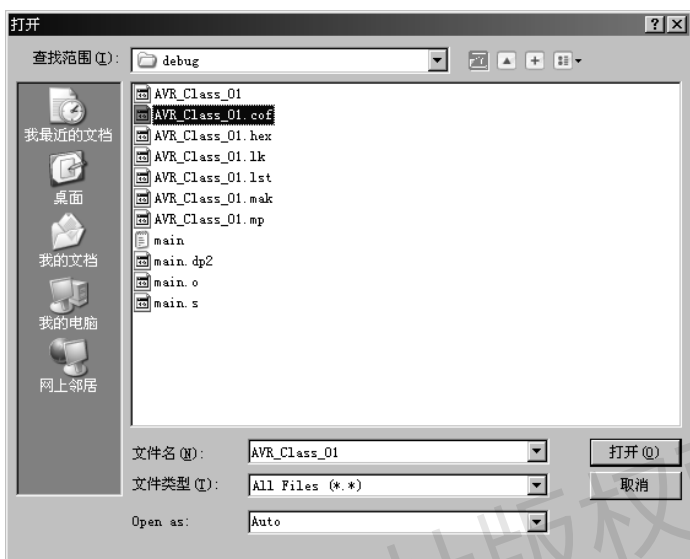

图 1-27 打开.cof 文件
(5) 弹出“打开”对话框，找到用 ICC AVR 编译生成的.cof 文件，按照提示进行操作，如图 1-27 所示。